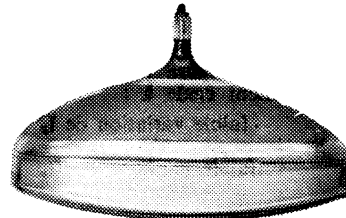

FIG. 1
e) Tubes cathodiques (voir figure 1) ;